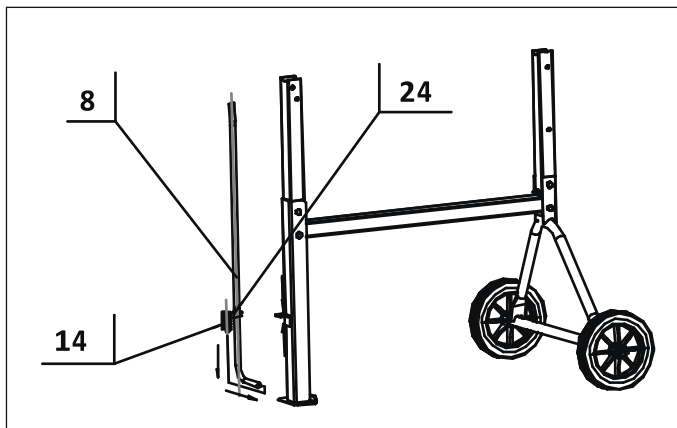

Рис. 5
9.3 Установить на ось поз.8 шайбу поз.24, пружину поз.14. Установить ось в сборе с пружиной и шайбой в уголок стойки поз.5, как показано на рис. 5.